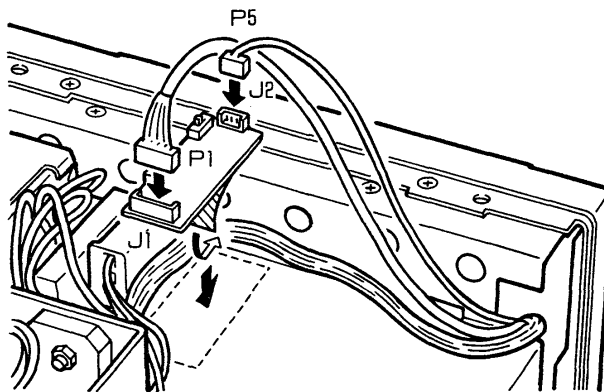

図5
- ①「上下カバーの取り外し」にしたがって、上カバーを外します。
- ②UT-36はユニット裏側の薄紙をはがし、図5を参照してREGシャーシに貼り付けます。
- ③オプションユニット接続ケーブルからのコネクタP1をJ1、P5をJ2に差し込みます。
- ④UT-36ユニットのS1で出力音声(日本語または英語)、S2で発声スピード(SLOWまたはFAST)、R6で音量を設定し、上カバーを元どおり取り付けます。
- ⑤前面パネルの[SPCH]スイッチを押すごとに、運用周波数を発声します。